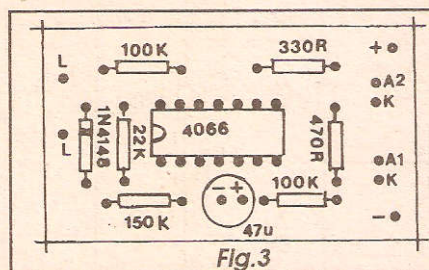

Fig. 3
- FIG. 3 - CHAPEADO DA MONTAGEM - São poucas as peças e a sua distribuição sobre a face não cobreada da placa (oposta, portanto, à mostrada na figura anterior...) é bastante simples, organizada de forma visualmente limpa e fácil, conforme indica o diagrama... Alguns dos componentes devem ter suas posições de terminais rigorosamente respeitadas, caso do integrado (extremidade marcada voltada para o resistor de 22K), do diodo (extremidade de *catodo*, marcada, apontando para cima - na posição em que a placa é vista no desenho...) e do capacitor eletrolítico (terminal *positivo* para a *direita*, na posição em que o impresso é mostrado...). Os resistores comuns, não polarizados, devem ter seus valores lidos e interpretados com precisão, antes de serem inseridos e soldados, para que não ocorram trocas... Para tanto, se o leitor for ainda um *começante*, o TABELÃO APE ajudará muito, relembrando os códigos de cores e a sua correspondência numérica... Conferir sempre, é uma norma básica das boas montagens... Assim, tanto *durante* quanto *depois* das soldagens, cada peça, cada valor, cada polaridade e código, devem ser verificados e confirmados... Com isso serão evitados erros e inversões que, se percebidos tardiamente, darão muito mais traba-